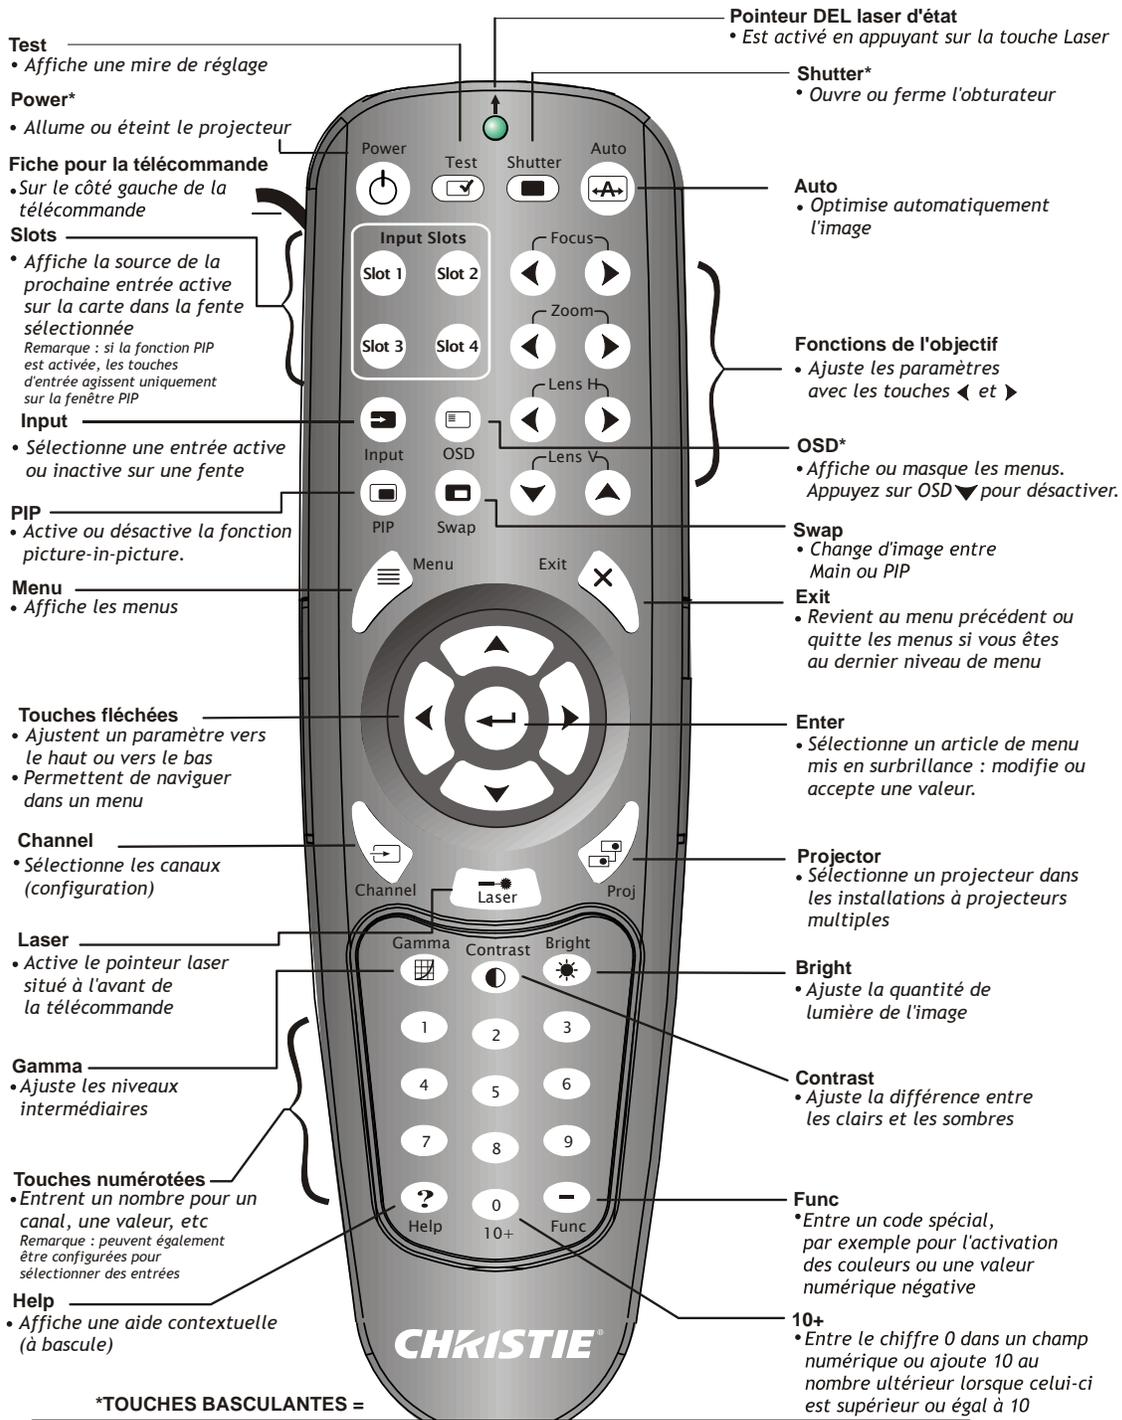

FIGURE 3-1 TÉLÉCOMMANDE
- **Télécommande** : Pour commande avec fil, ou sans fil jusqu'à 8 m de distance (câble fourni pour une utilisation comme télécommande câblée). La télécommande contrôle le projecteur via des communications sans fil depuis un émetteur infrarouge, alimenté par pile. Manipulez la télécommande de la même manière qu'une télécommande de télévision ou de magnétoscope. Lorsque vous appuyez sur une touche de fonction, pointez la commande vers le capteur infrarouge avant ou arrière du projecteur. L'un des deux capteurs infrarouges du projecteur détecte les signaux et remplace les commandes pour un traitement interne. Un pointeur laser est intégré à la télécommande. Voir la Figure 3-1 Télécommande.
REMARQUE : Utilisez les fonctions **POWER (MARCHE/ARRÊT)**, **SHUTTER (OBTURATEUR)** et **OSD (AFFICHAGE SUR L'ÉCRAN)** de l'une des façons suivantes : maintenez les touches enfoncées (pendant 2 secondes) ou exercez deux pressions brèves sur les touches, puis appuyez sur la **TOUCHE FLÉCHÉE HAUT** pour allumer l'appareil ou sur la **TOUCHE FLÉCHÉE BAS** pour l'éteindre. Reportez-vous à la Figure 3-1 Télécommande.